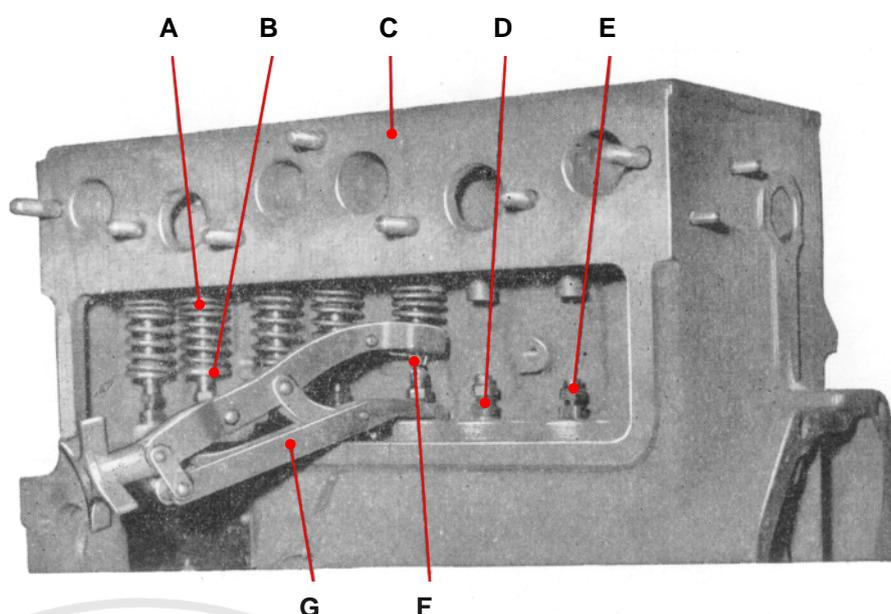

FIGURE 10. – Dépose des demi-bagues d'arrêt de coupelle d'appui de ressort de soupape au moyen du lève-soupape (41 -L- 1410).
G. – Dépose des soupapes et des ressorts (fig. 10).
Enlever les deux vis à tête et l'ensemble du dispositif de ventilation du carter, du couvercle de la chambre des soupapes, et déposer le couvercle. Au moyen du lève-soupape (41 -L- 1410) intercalé entre le poussoir de soupape et la coupelle d'appui du ressort de soupape, soulever les ressorts de soupape qui sont en position de fermeture et déposer les demi-bagues d'arrêt des coupelles d'appui des ressorts de soupapes (fig. 10). Faire tourner le vilebrequin jusqu'à ce que les soupapes ouvertes se ferment et déposer le reste des demi-bagues d'arrêt des coupelles d'appui des ressorts. Déposer les soupapes et les placer dans l'ordre sur une planchette support de façon à pouvoir les remettre sur les cylindres dont on les a enlevées. Au moyen du lève-soupape, comprimer le ressort de soupape sur chaque poussoir de soupape en position de fermeture et retirer le ressort du guide-soupape. Faire tourner le vilebrequin jusqu'à ce que les poussoirs soient en position de fermeture et enlever le reste des ressorts de soupape.